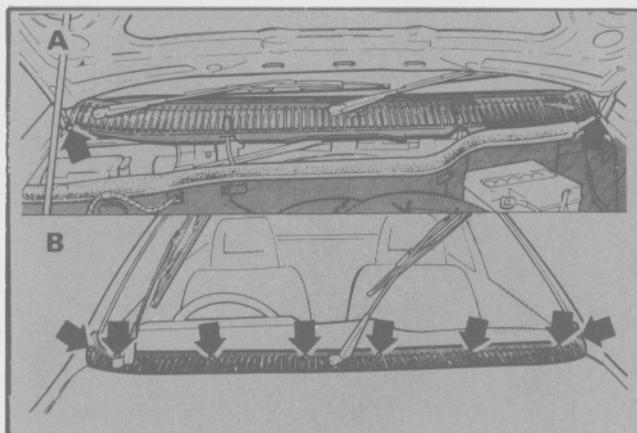

Fig. 20 - Fijación de la rejilla exterior del torpedero.
- Instalar la rejilla del torpedero de acuerdo a lo detallado en el capítulo 8 de este Manual (Fig. 20).